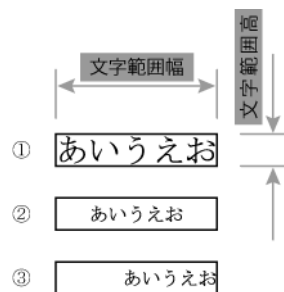

図 4-22 SXF で表現される文字列の描画
SXF では、文字の大きさは文字範囲幅、文字範囲高および文字間隔で渡されています。しかし、1文字の幅や高さが指定されているわけではないため、文字列が図 4-22 の②や③のように描画される可能性があります。
SXF における、文字列範囲幅を 25mm、文字範囲高を 5mm、文字間隔を 0mm に指定した文字列の描画例を図 4-22に示します。